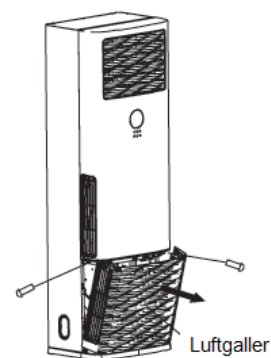

Fig. 8.4
6. Ta bort luftgallret innan rören ansluts. Ta först bort skruvhöljet och sedan skruvarna på luftgallret. Ta slutligen av gallret (se bild 8.4).